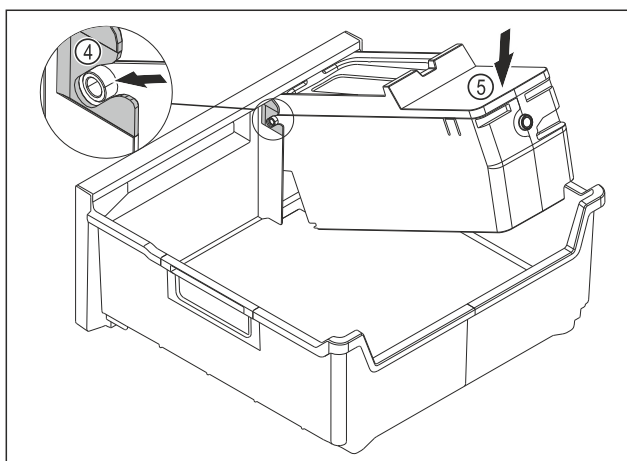

Fig. 187
- ▶ Встановіть корпус EasyTwist-Ice: Вставте осі корпусу EasyTwist-Ice в напрямні Fig. 187 (4).
- ▶ Натисніть на корпус EasyTwist-Ice Fig. 187 (5) ззаду вниз.